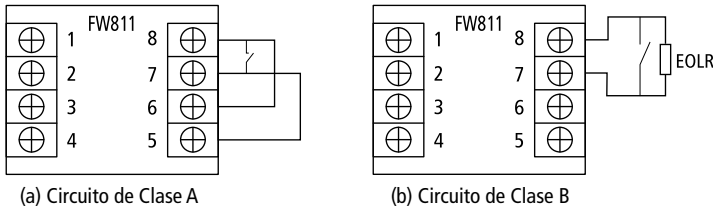

Figura 4 - Diagrama de Cableado (Circuito de Línea de Entrada)
- Conecte los cables del circuito de línea de entrada. Véase la figura 4. La impedancia de línea máxima para el circuito de entrada es de 25Ω.